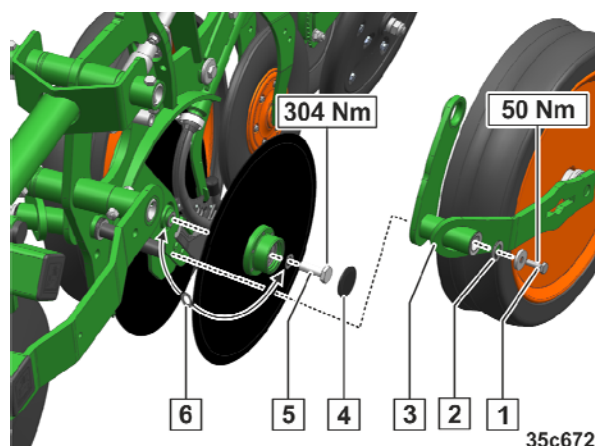

Fig. 312
1. Løsn og fjern bolten (Fig. 312/1).
2. Afmontér bærerulleholderen (Fig. 312/3) med bærerullen.
3. Vær opmærksom på antallet af afstandsskiver (Fig. 312/2).
4. Fjern støvkapperne (Fig. 312/4).
5. Løsn og fjern centralboltene (Fig. 312/5).
- Fjern eller tilføj afstandsskiver (Fig. 312/6) efter behov.